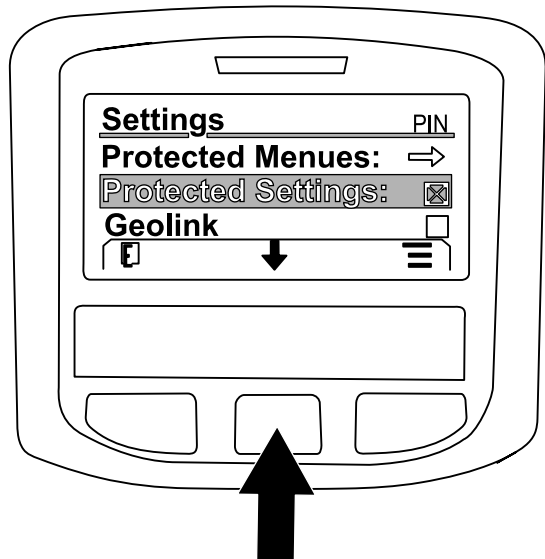

Figura 232
7. Pressione o botão central para navegar até à opção GEOLINK e pressione o botão direito para definir a opção (Figura 232).